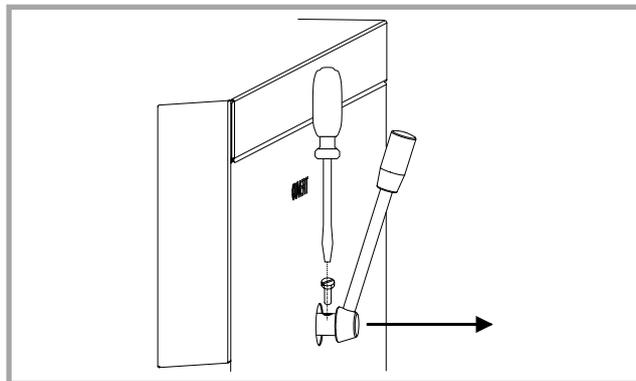

Figure 6 - Commande du clapet
- Mettre le clapet en position ouverte tout en tirant la commande vers soi pour accéder à la vis (fig. 6).